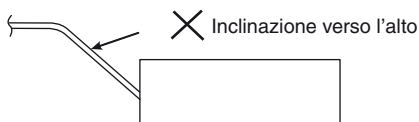

Fig. 3-9
- Non installare il tubo con un gradiente in su dalla luce di collegamento. Questo causerebbe il riflusso dell'acqua di scarico e perdite dall'unità quando questa non è in uso. (Fig. 3-9)